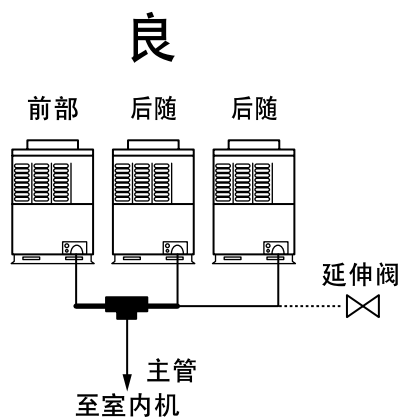

图 2
2) 但是，如下图所示，单独出售的T形分接头可以连接到管路内的主管，下图中以粗线表示。（图2）